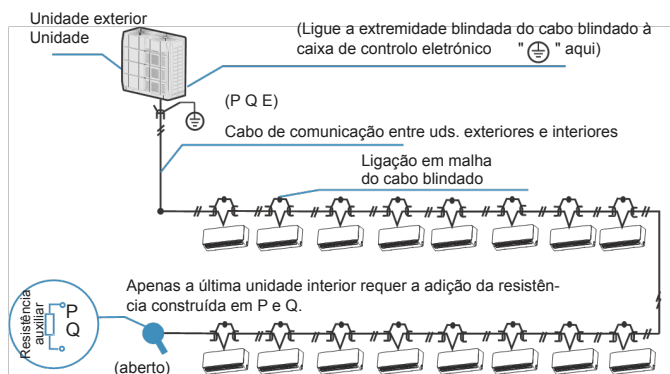

Figura 6.6
- O cabo de comunicação de comunicação entre as unidades internas e externas deve conectar em cadeia uma unidade depois da outra, desde a unidade externa até a unidade final interna, além disso, a camada blindada deve ser devidamente aterrada, e uma resistência deve ser adicionada à última unidade interna para melhorar a estabilidade do sistema de comunicação (ver Figura 6.6).